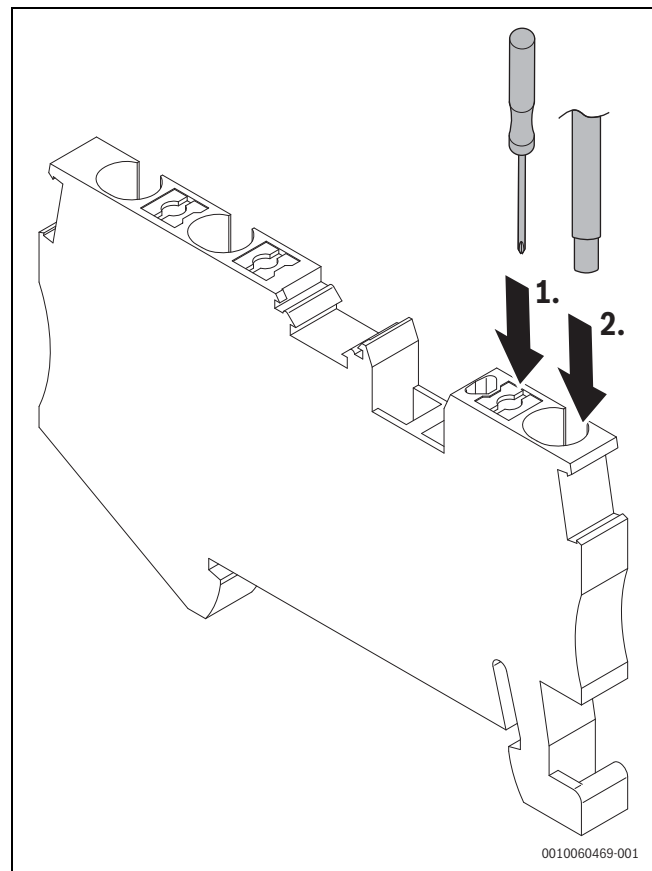

Bild 35 Netzkabelanschluss
- ▶ Kabel wie in → Bild 35 dargestellt anschließen.